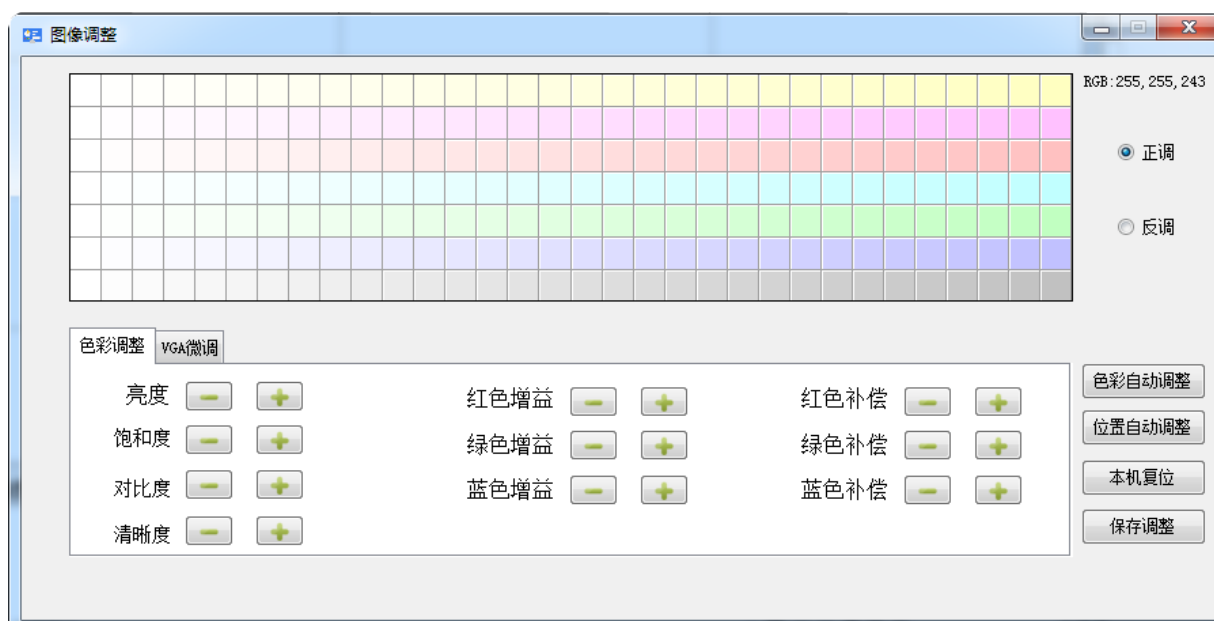

图 2.6.2 图像调整设置界面
- 2) 图像调整设置界面：包括色彩调整，VGA 微调。如图 2.6.2 所示。